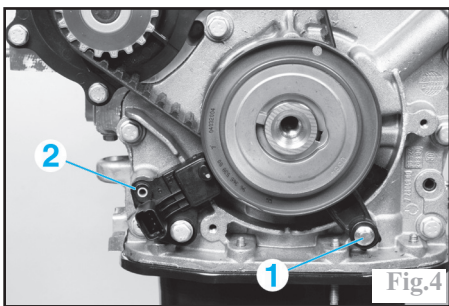

Fig.4
- l'équerre anti-décalage (1) (Fig.4) et serrer à 0,5 m.daN.
- le capteur de régime (2).
Déposer le capteur de régime moteur (2) (Fig.4)